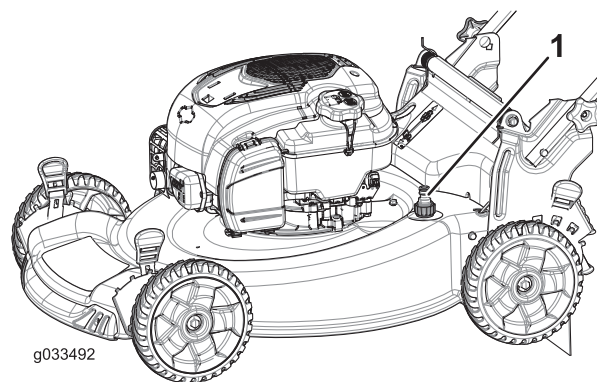

Figura 24
5. Conecte una manguera de jardín que esté conectada a un grifo al orificio de lavado (Figura 24).